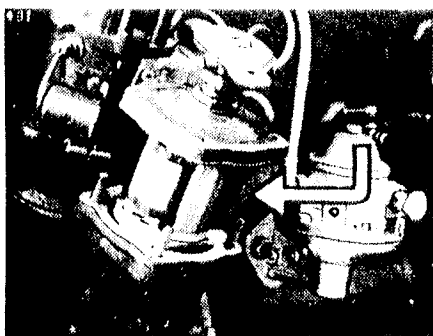

Abb. 43
16. Der im Ölhauptstrom angeordnete **Spaltfilter** wird durch das Fußhebelwerk mit betätigt. Eine grundsätzliche Reinigung hat alle 2000 km zu erfolgen und ist vor dem Motorspülen vorzunehmen (Abb. 43).